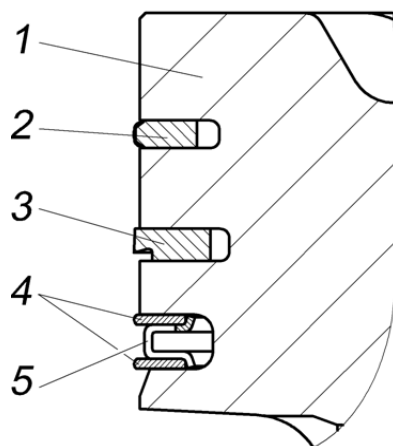

Рис.21. Поршневые кольца:
**Поршневые кольца** (рис.21) устанавливаются по три на каждом поршне: два компрессионных и одно маслосъемное.